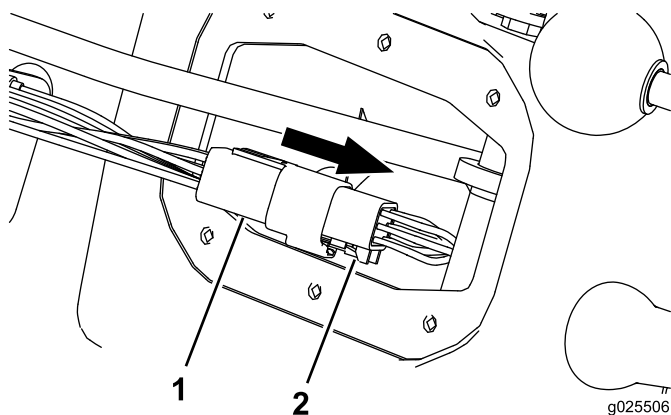

Рисунок 12
1. Отсоедините разъем индикатора переключения передач от жгута проводки машины (Рисунок 12).